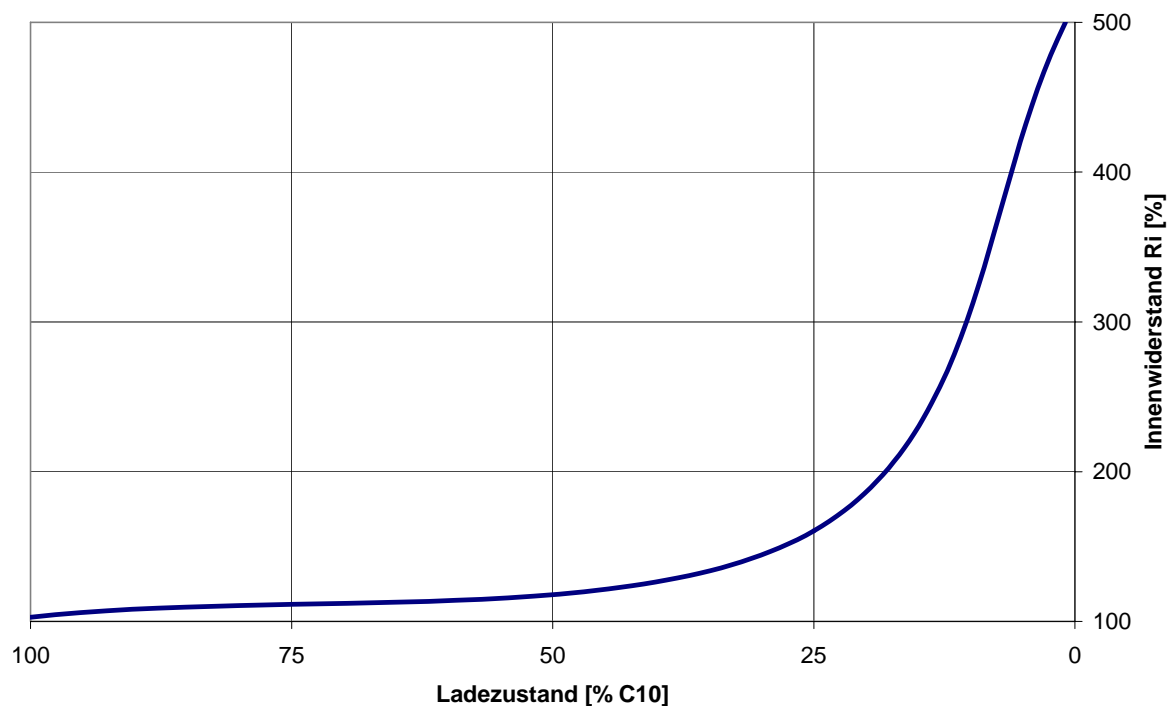

Abb. 11: Innenwiderstand R_i versus Ladezustand
- Der Innenwiderstand R_i hängt u.a. von der Entladetiefe bzw. vom Ladezustand ab, wie unten in Abb. 11 dargestellt. Hierbei stellt der R_i -Wert bei 100% (Vollladezustand) die Basis dar. Der R_i -Basiswert ist dem jeweiligen Katalog zu entnehmen.